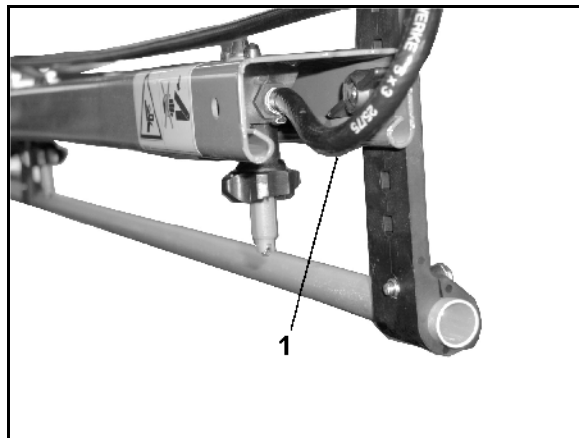

Fig. 85
- gjør det mulig å oppnå et permanent væskeomløp i sprøyteledningen når trykkomløpssystemet er tilkoblet. I den forbindelse er det montert en skylletilkoblingslange (Fig. 85/1) på hver delbredde.
- en skylletilkoblingslange (Fig. 85/1) per delbredde